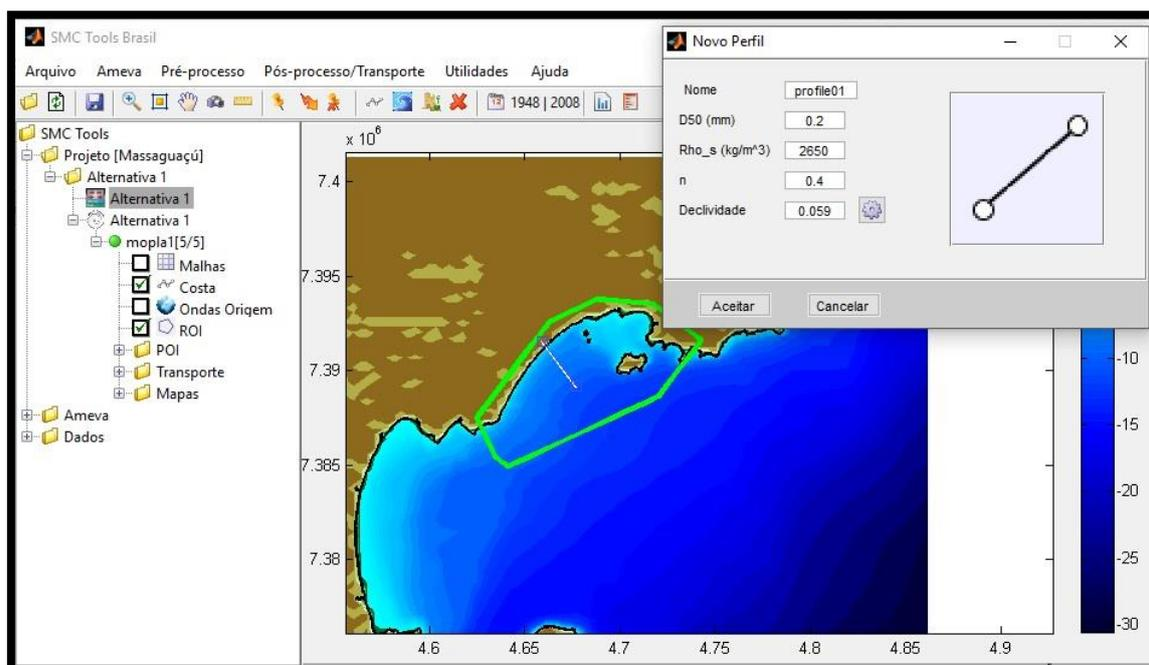
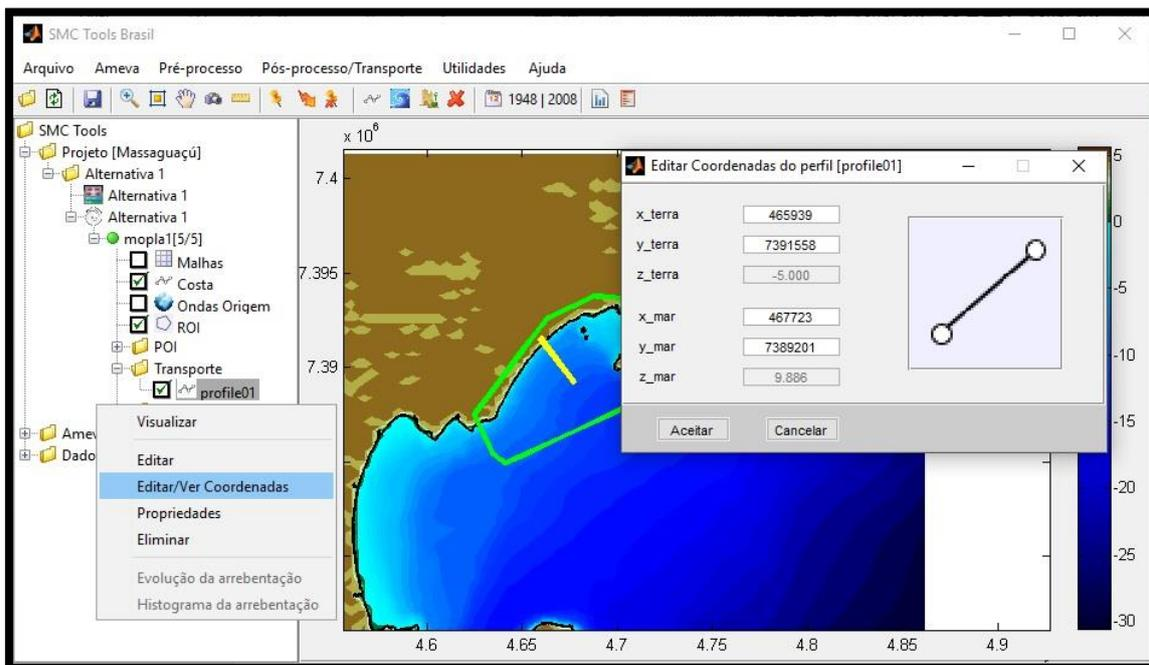
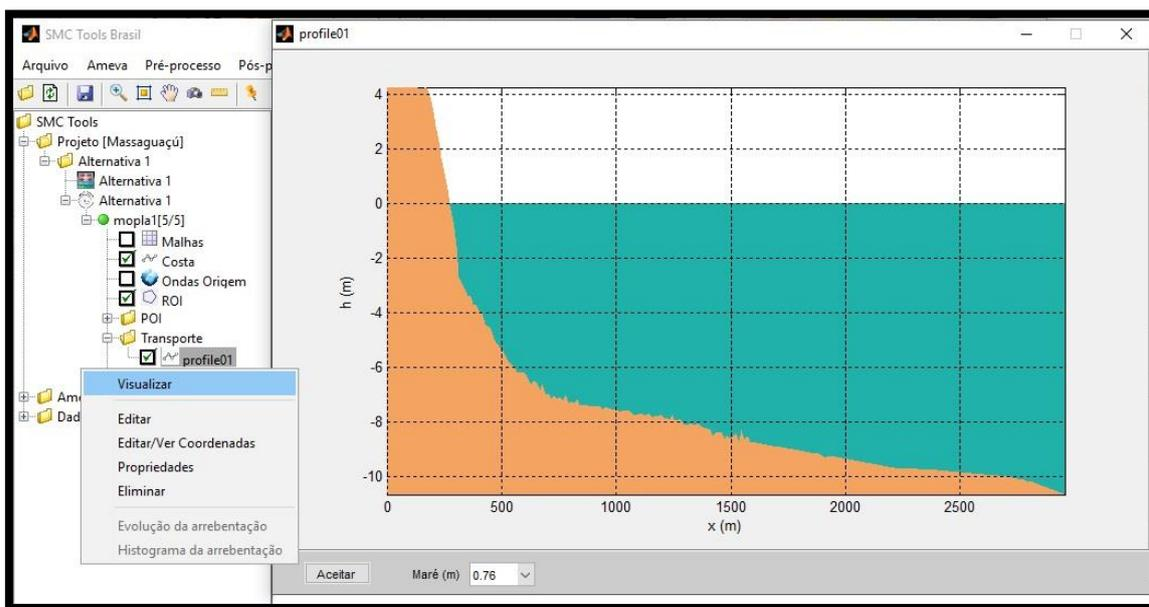

Figura 5 – Perfil ortogonal à linha de costa, criado manualmente utilizando a ferramenta “Criar perfil”.
Figura 6 – Na pasta "Transporte" é possível ver e editar os parâmetros.
Figura 7 – Visualização do perfil.
- 5) Selecionar o perfil de praia utilizando a ferramenta gráfica () “Criar perfil”, que permite definir um perfil diretamente na área de trabalho, clicando com o *mouse* num ponto inicial em terra e arrastando-o até o ponto final no mar. Recomenda-se fazer o perfil de forma mais perpendicular possível à linha de costa da praia estudada e assegurar que os extremos estejam contidos dentro do polígono verde da interface (Figura 5);
Dessa forma, o perfil aparecerá dentro da pasta "Transporte" à esquerda do plano de trabalho. Nessa pasta é possível modificar as configurações do perfil, selecionando com o botão direito do *mouse* no perfil criado. Em “Propriedades” pode-se alterar os valores que foram escolhidos ao criar o perfil (ver Figura 5). Também é possível ver as coordenadas de seus extremos em “Editar/Ver coordenadas” (Figura 6), pode-se “Eliminar” o mesmo e, finalmente, “Visualizar” o gráfico do perfil para análise (Figura 7).